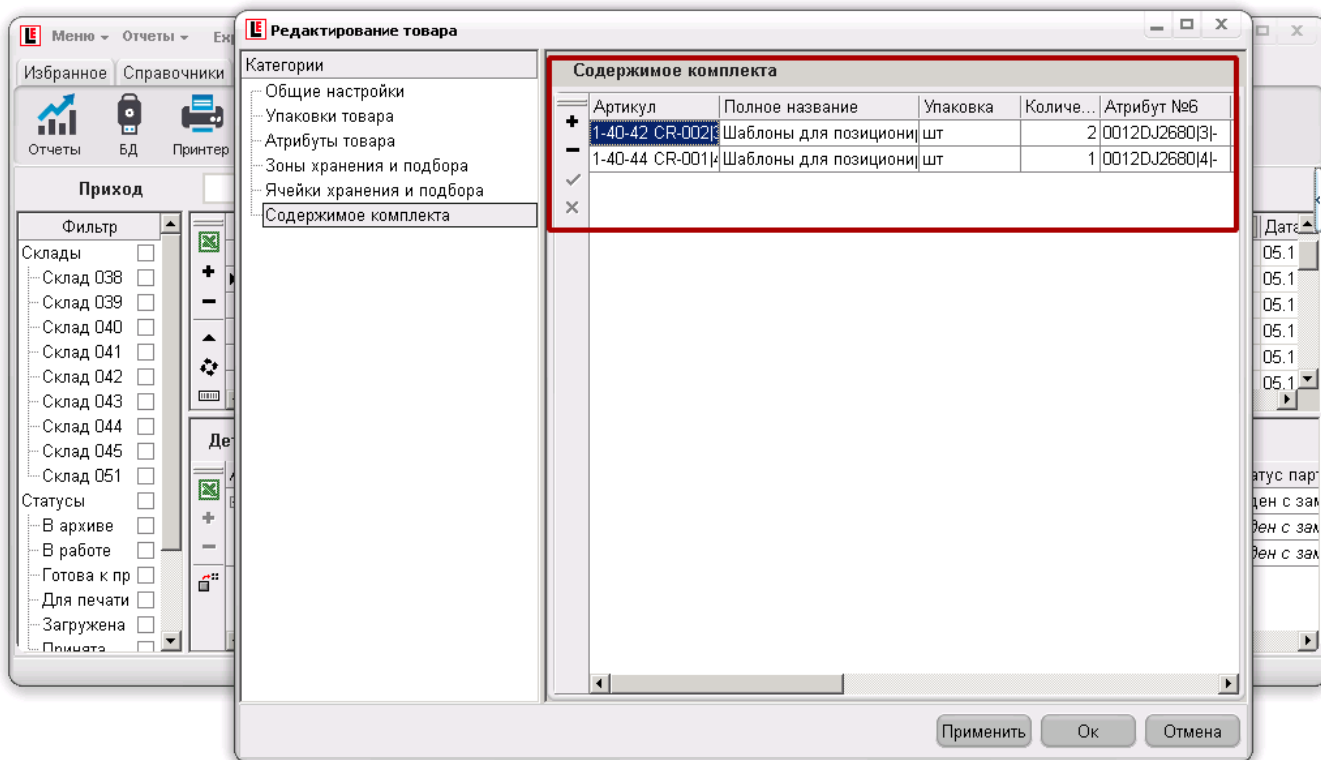

Рисунок 5.6.
6) Содержимое комплекта (рис. 5.6):